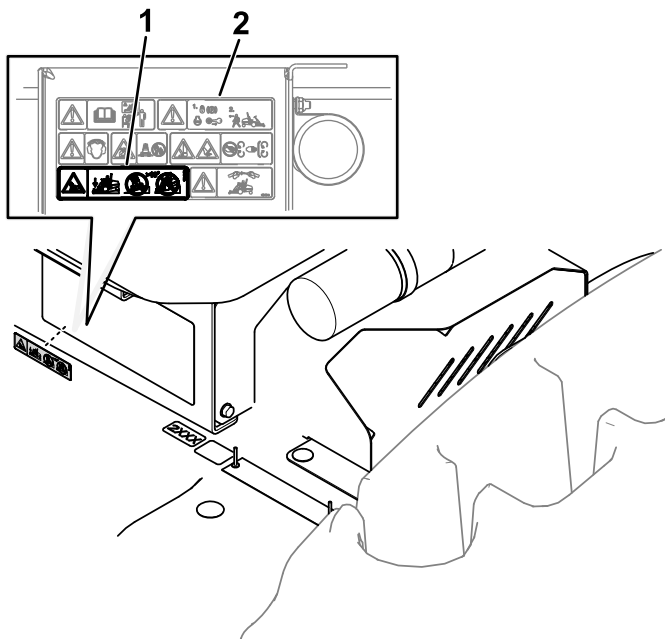

Bild 14
3. Bringen Sie den Warnaufkleber auf der Fläche an, wie in Bild 14 dargestellt.
Wichtig: Vergewissern Sie sich, dass die in Bild 14 dargestellte Fläche sauber und trocken ist, bevor Sie den Aufkleber anbringen.